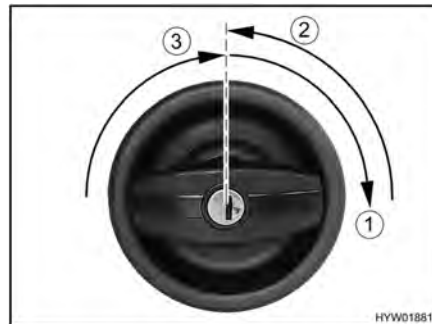

Bild 22 Dörrlåset ingångsdörr, utsida, öppna
- Stick in nyckeln i låscylindern och vrid den medurs (Bild 22,1) tills dörrlåset har låsts upp.
- Vrid tillbaka nyckeln till mitten igen (Bild 22,2) och drag ur den.
- Vrid handtaget medurs (Bild 22,3) tills låset öppnas.